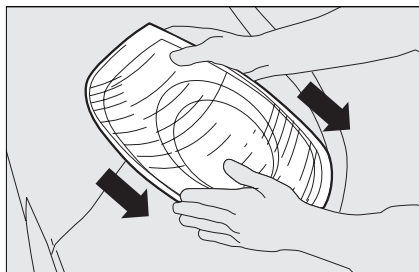

Рис. 28
- снимите комбинированный фонарь, сдвигая ее обеими руками в направлении стрелок, как показано на **рис. 28**;